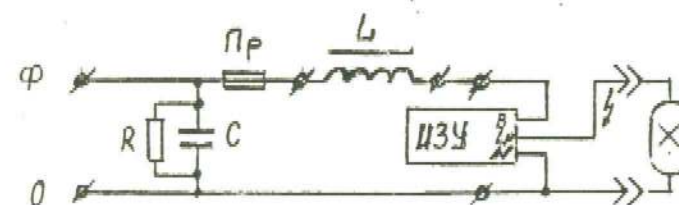

Рис.5
- 5.3. Провода сети вводятся через сальниковый ввод в корпус светильника и подключаются к клеммной колодке или зажиму согласно схеме включения (рис.5), а заземляющего провода - защитному зажиму на панели.